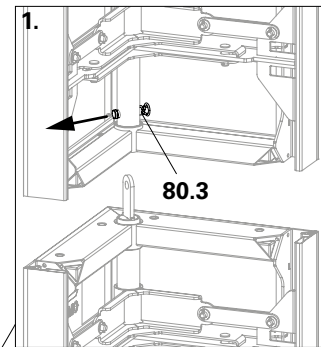

Fig. A11.11a
1. Retirer la goupille de sécurité et la broche (80.3). (Fig. A11.11a)